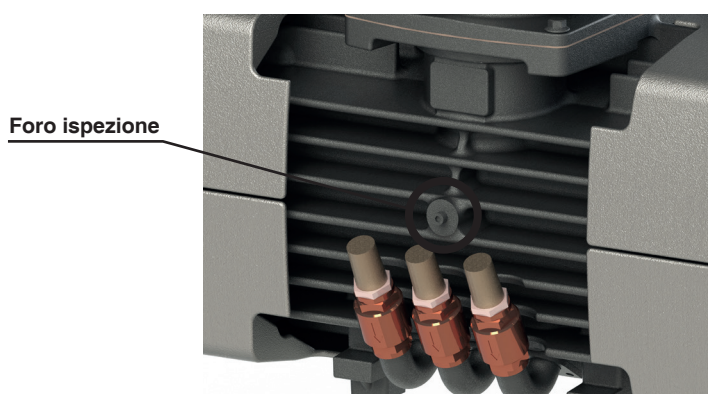

Figura 10
- 7) tracciare nuovamente il tondo all'altezza del foro di ispezione (vedi Figura 10);